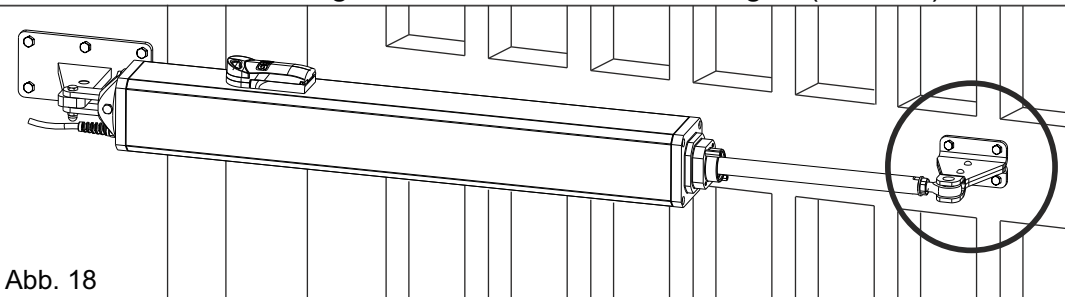

Abb. 18
- Die Stange des Antriebs in die Halterung einführen (Abb. 18)